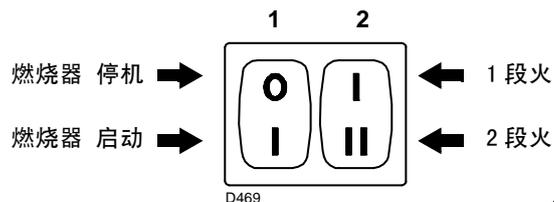

图 28
- 开关 1) (图 28) 至“燃烧器启动”位置；
- 开关 2) (图 28) 至“1 段火”位置。
现在将开关 2) (图 28) 置于 2 段火运行位置：伺服马达开启风门挡板，同时开启燃气蝶阀至 90°。
将按钮 2) (第 25 页图 28) 置于 1 段火出力位置: 伺服马达 1) 将关小风门挡板, 同时将燃气蝶阀关闭至 15° 角 (此为工厂最初设定的位置)。
- 如需增加供气量, 将开关 2) (第 25 页图 28) 置于 2 段火运行位置, 并依次逐步增加伺服马达凸轮 III 的角度 (如从 15° 增至 17°, 再增至 19°....)。